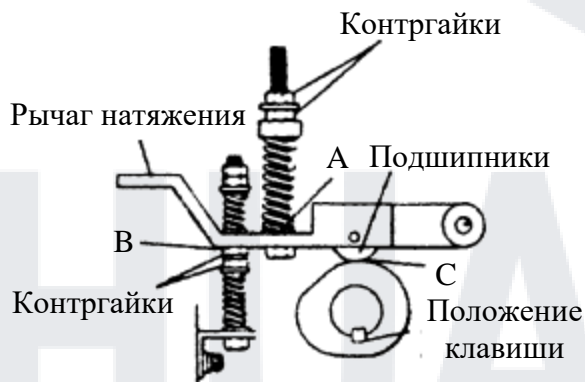

Рис. 25
1. Вручную поверните ротор электромагнитной муфты, пока клавиша на конце кулачкового вала не будет расположен, как показано на Рис. 25.